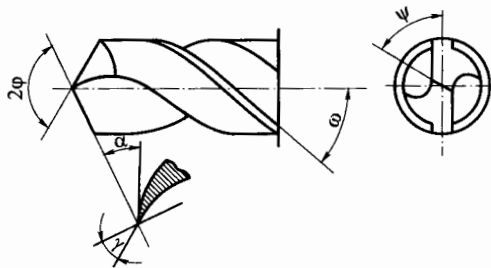

Рис. 3.3. Геометрические параметры сверла
19. Назовите основные геометрические параметры сверла (рис. 3.3). Объясните их влияние на процесс резания: